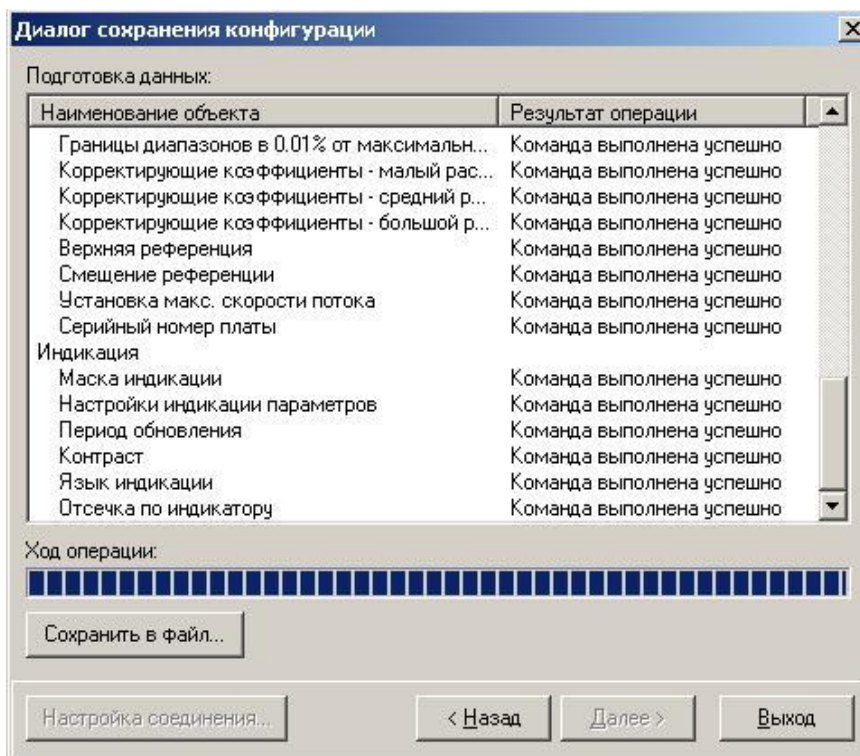

Рис.23. Окно «Диалог сохранения конфигурации» / «Ход операции».
- после окончания считывания всех выбранных параметров станет активной кнопка «**Сохранить в файл**», нажав которую можно ввести имя файла и сохранить прочитанную конфигурацию (рис.23).